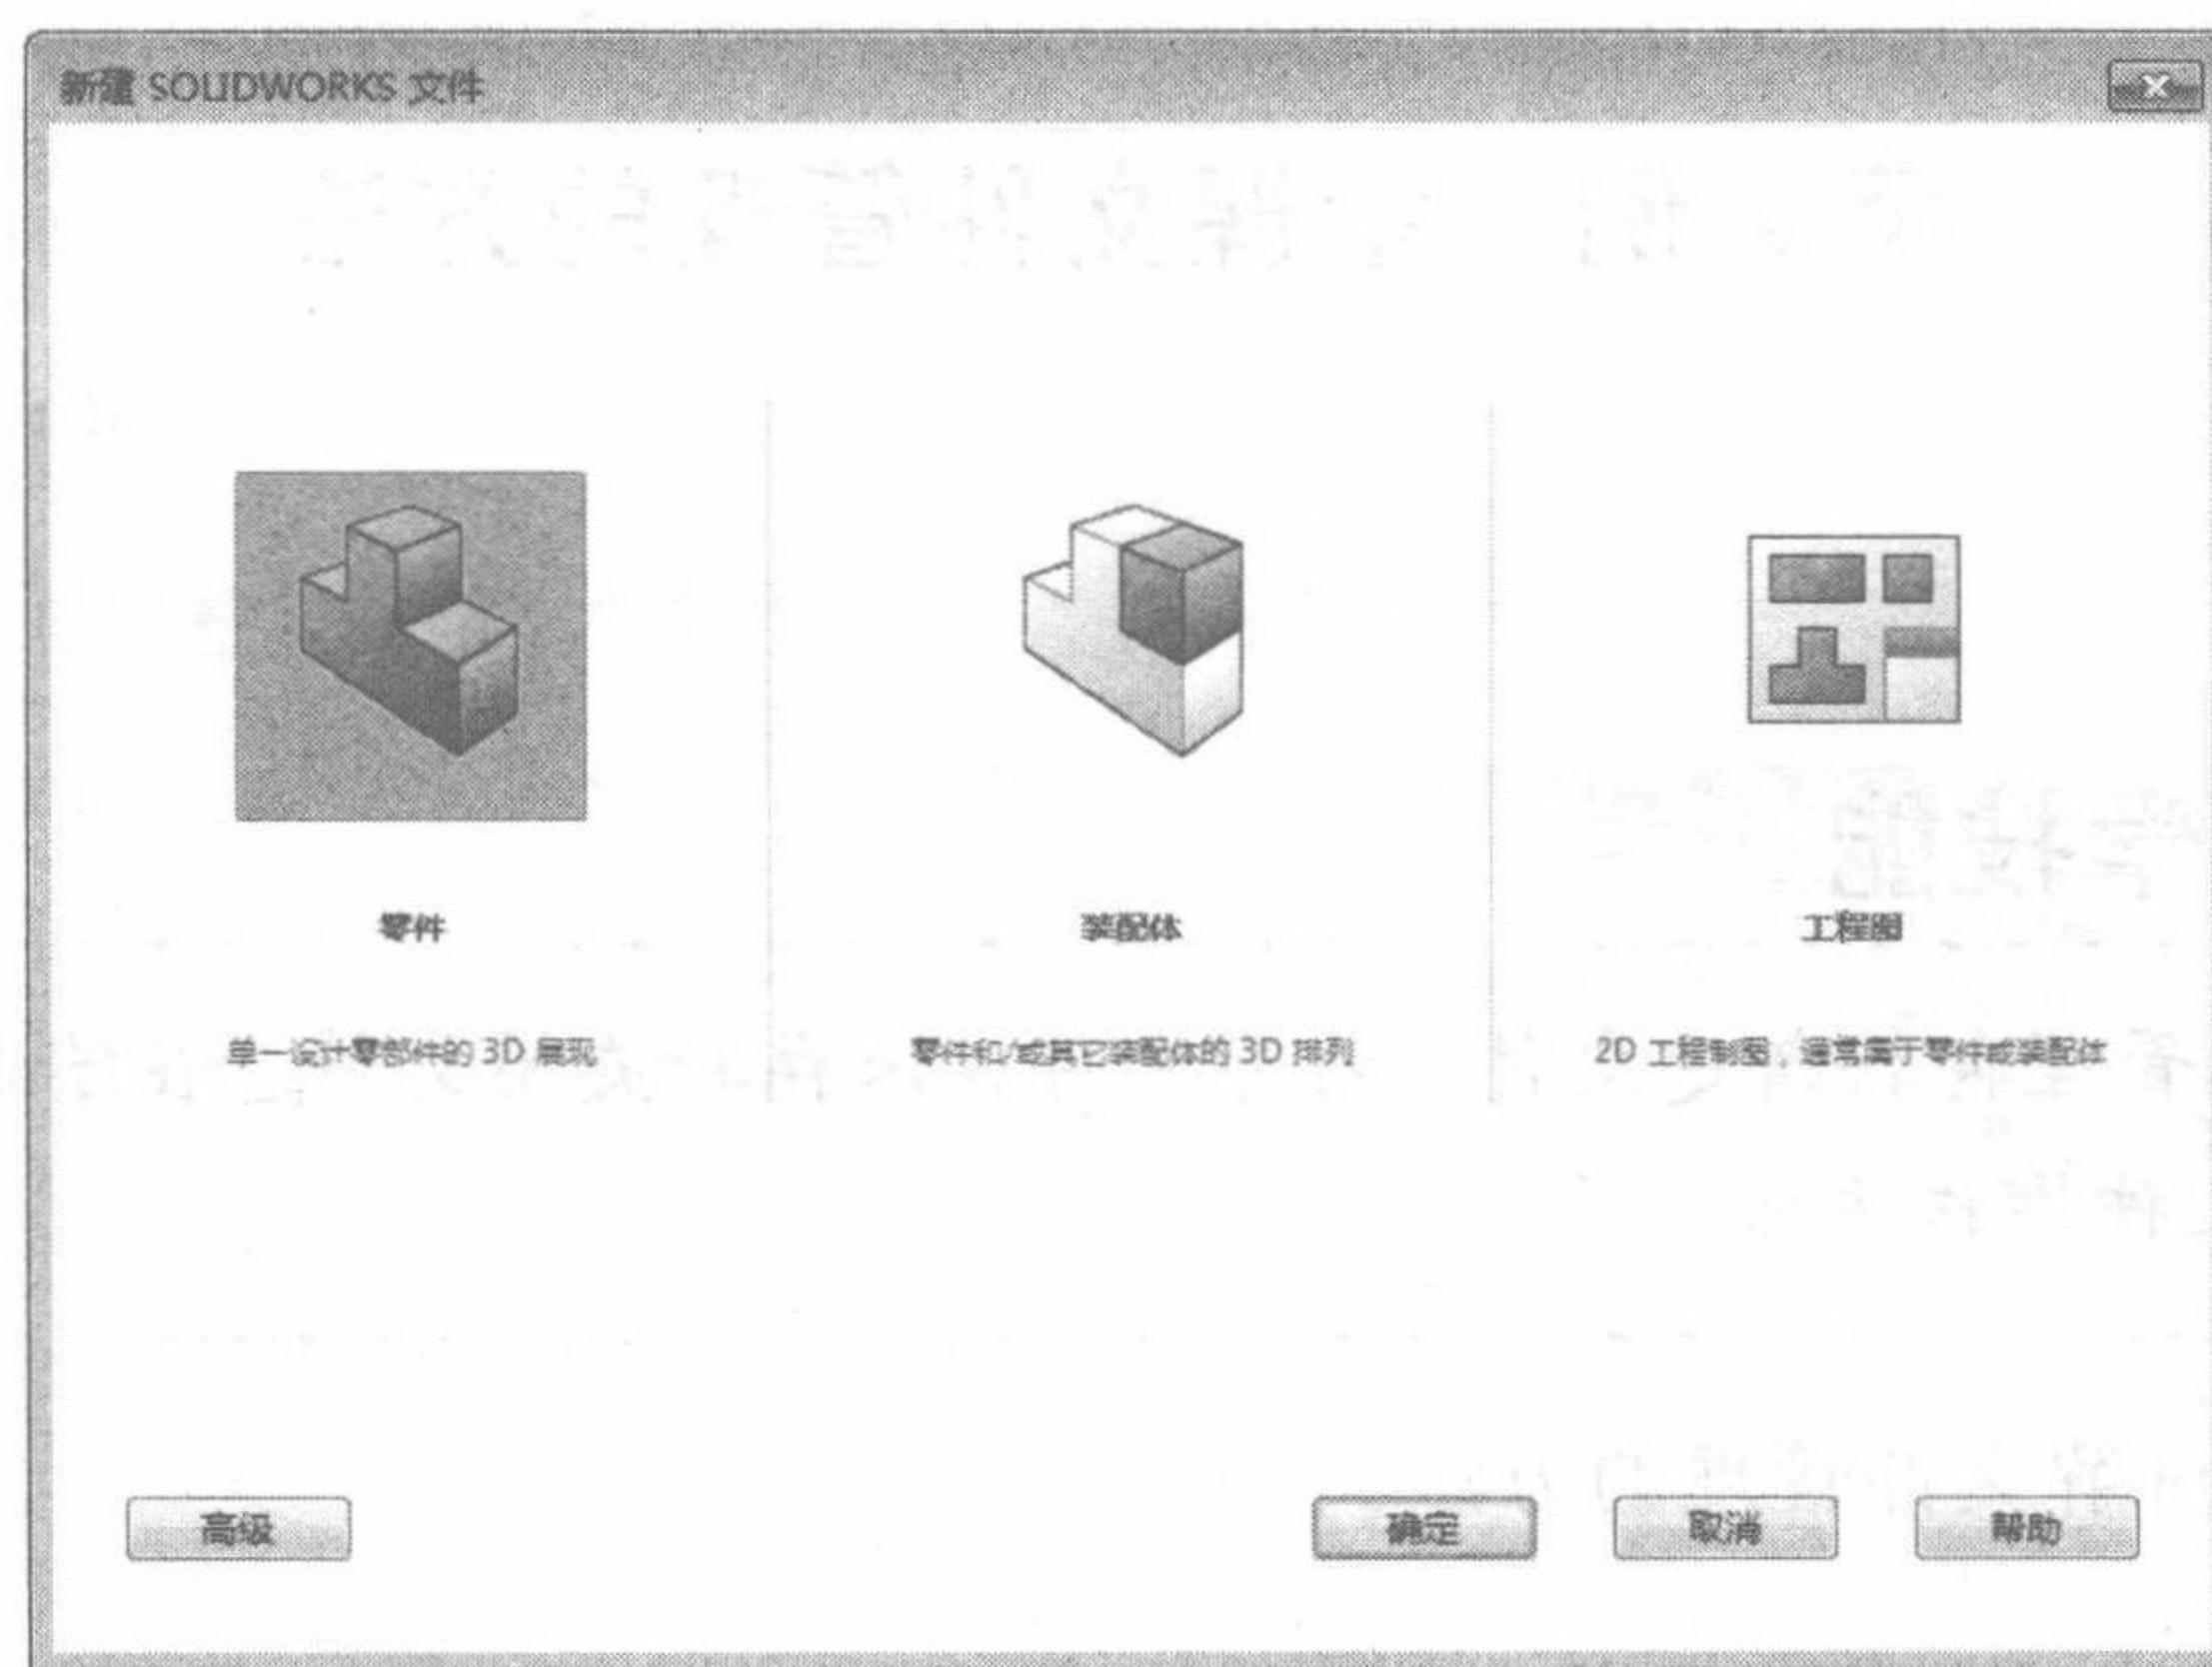

图 1-2 “新建 SolidWorks 文件”对话框
在初始操作界面中，可以单击“开始”资源菜单中的“新建文档”按钮 (或“新建文档”选项)，打开“新建 SolidWorks 文件”对话框，如图 1-2 所示，可从中指定所需的模块和文件名称等，从而进入主操作界面。
选择菜单栏中的“文件”→“新建”按钮，系统将打开如图 1-2 所示的“新建 SolidWorks 文件”对话框，用户可以根据需要选择合适的模块。
**01** 单击“快速访问”工具栏中的“新建”按钮，系统打开“新建”对话框，如图 1-2 所示。